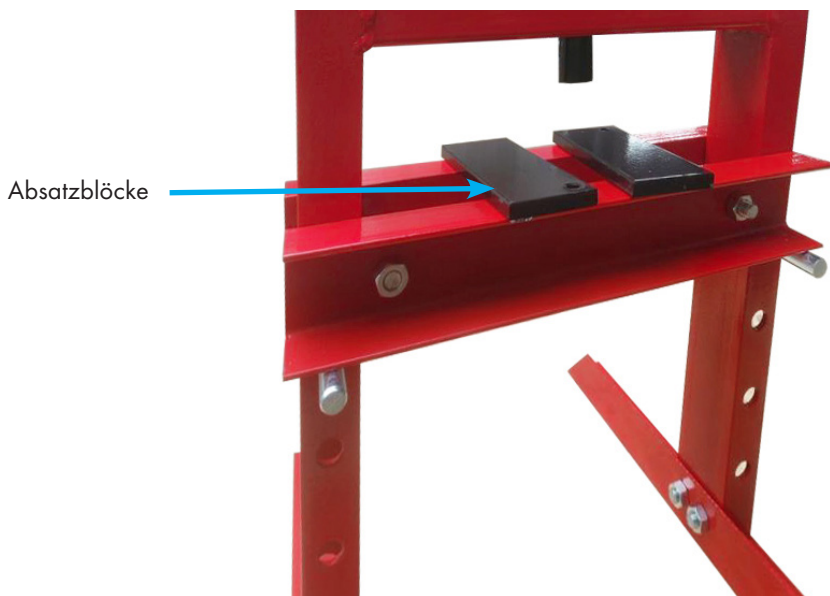

Abb. 6
- Der Presstisch (3), S.11 besteht aus einem vorderen und hinteren Teil
- Montieren Sie die Presstischeile (siehe auch Seite 15) vorn und hinten am Rahmen (5).
- Benutzen Sie die Bolzen des Schraubensets (A), die passenden Unterlegscheiben und Muttern.
- Schieben Sie die zwei Tragbolzen (C) in gewünschter Höhe in den Rahmen.
- Legen Sie die Absatzblöcke auf. Siehe Abb.6.
- Überprüfen Sie korrekten Sitz des Hydraulikzylinders (4) und der Federn.